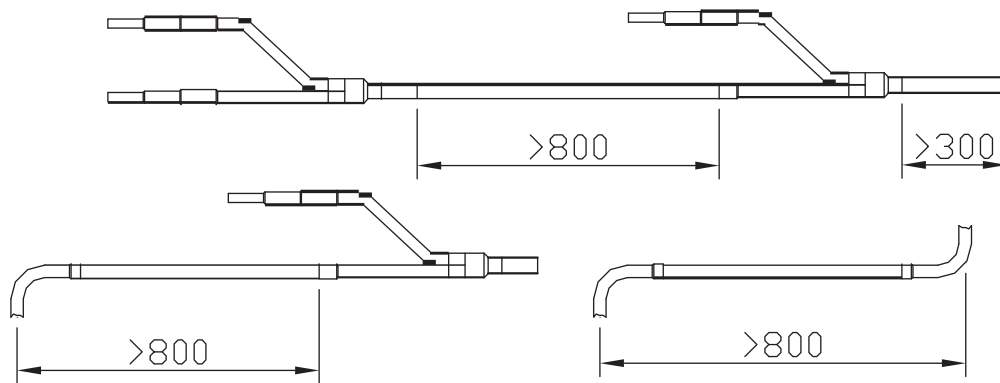

Рис. 11.7
11.4.6 При проектировании монтажа разветвителей необходимо учитывать следующее (см. рис. 11.7):